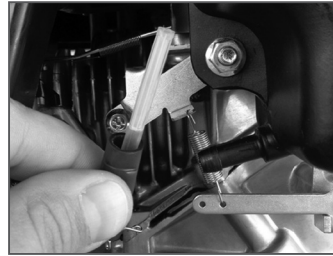

Рис. 16 Топливный фильтр
- Извлеките из топливного шланга топливный фильтр (Рис. 16).